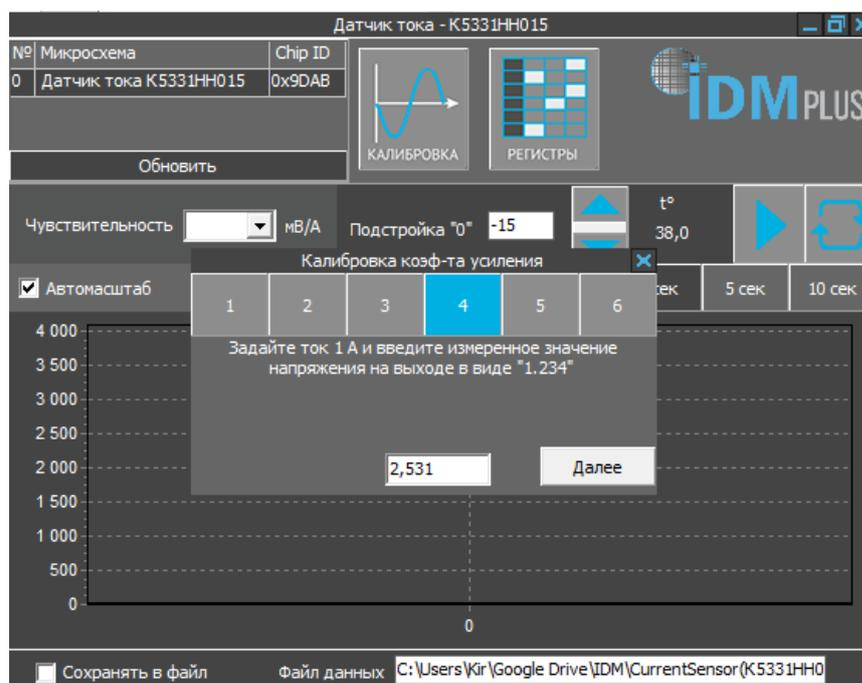

Рисунок 7 – Работа в режиме калибровки коэффициентов усиления при токе 1 А (шаг 4)
- Шаг 4: Записать значение напряжение по показаниям вольтметра, подключенного к выводу «OUT» отладочной платы (при токе равном 1 А в проводнике), в интерактивное окно и нажать интерактивную кнопку «Далее» (см. рисунок 7);